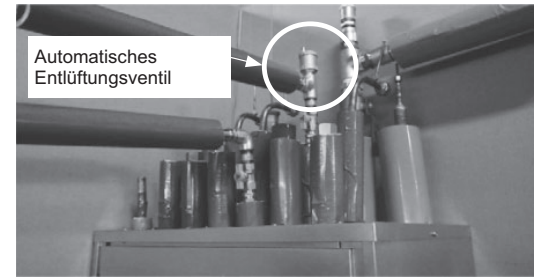

Abbildung 1. Automatisches Entlüftungsventil
*2. **Bauen Sie ein automatisches Entlüftungsventil am höchsten Punkt jeder Zweigleitung vom HBC ein (an zwei Stellen am höchsten Punkt der Rücklaufleitung vom Neben-HBC, und an sechs Stellen am höchsten Punkt der Rücklaufleitungen von den Innengeräten). (Siehe Abbildung 1.)**